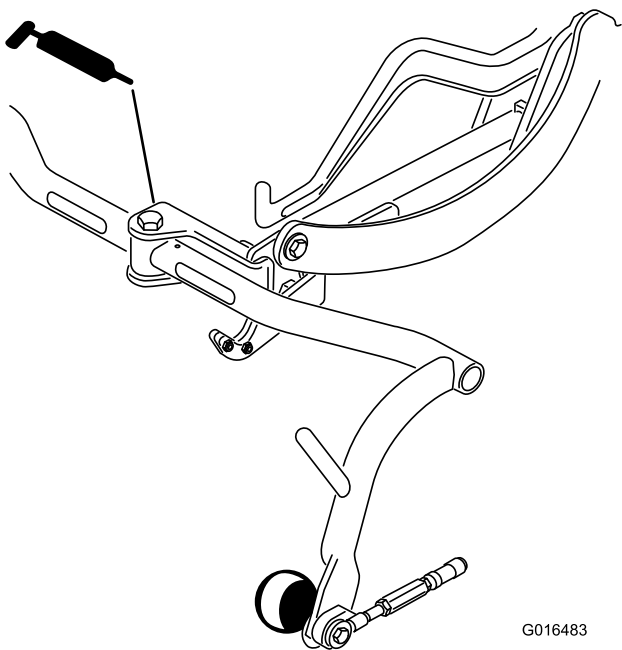

Рисунок 31
- Шарнир несущей рамы (3) (Рисунок 31)